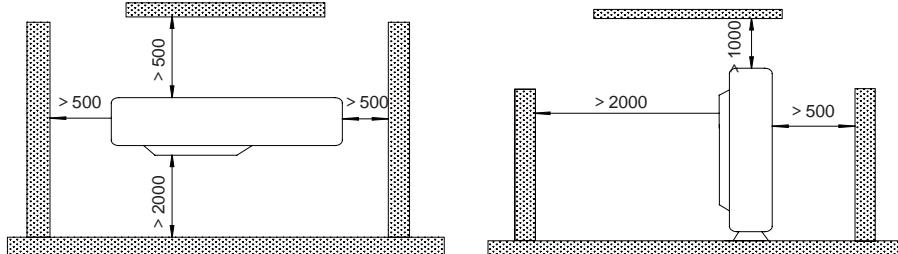

Fig.3
- (1). Instalați unitatea de exterior într-un loc care, pe cât posibil, nu se va murdări sau nu se va uda atunci când plouă.
- (2). Instalați unitatea de exterior acolo unde este convenabil pentru a fi legată de unitatea de interior.
- (3). Instalați unitatea de exterior acolo unde apă condensată poate să se scurgă nestingherită pe durata operației de încălzire.
- (4). Nu amplasați animale sau plante pe traseul aerului cald.
- (5). Aveți în vedere și greutatea aerului condiționat și alegeti un loc în care zgomotul și vibrațiile sunt mici.
- (6). Montați unitatea de exterior într-un loc capabil să susțină greutatea unității și care să genereze cât mai puțin zgomot și cât mai puține vibrații.
- (7). Oferiți spațiul prezentat în Fig. 3 astfel încât fluxul de aer să nu fie blocat. De asemenea, pentru o funcționare eficientă, lăsați deschise trei din cele patru direcții ale construcțiilor periferice.